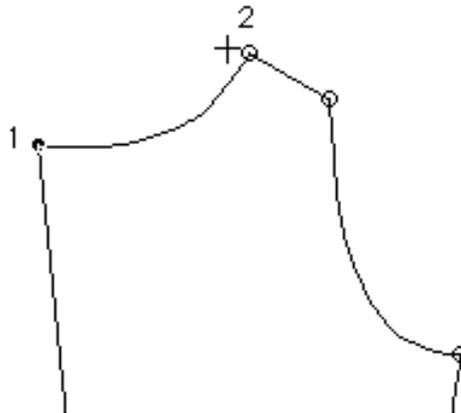

Figura 2-38.
2. Haga clic primero en el punto 1 y luego en el punto 2 en la curva del cuello como se muestra en la Figura 2-38.